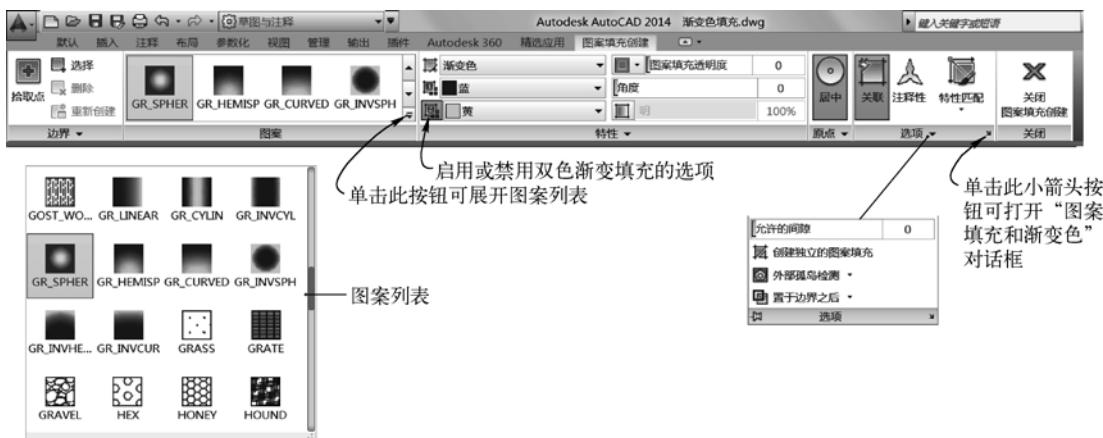

图 2-78 设置渐变色选项及参数
2) 在功能区的“图案填充创建”选项卡中设置如图 2-78 所示的选项及相应的参数。